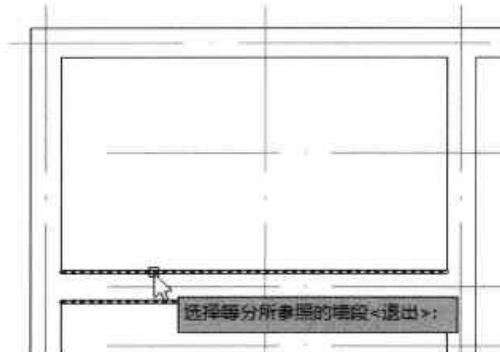

图16-53 选择等分墙体段
**Step 01** 执行“墙体 > 等分加墙”命令，根据命令行中的提示，选中所要等分的墙体段，如图 16-53 所示。